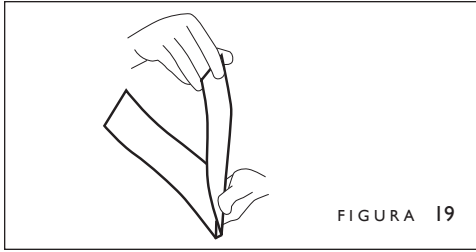

FIGURA 19
4. Pliegue y doble la tapa en las dos posiciones que representan los cantos del lomo (figura 19).